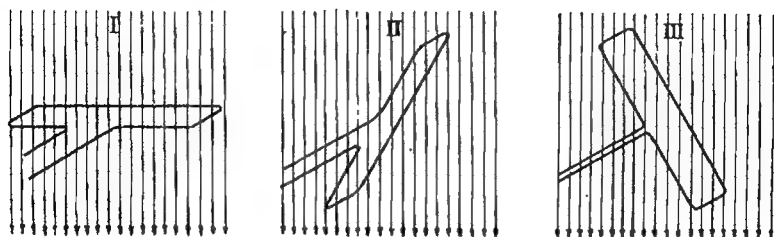

Fig. 135. — Producerea forțelor electromotoare decalate cu 120°
79. Curenți trifazați. Să luăm trei mașini, de felul celor arătate în fig. 126 și să așezăm spirele fiecăreia așa cum se arată în fig. 135, adică spira din cazul II este la 120° față de cazul I, iar în cazul III spira este la 240° față de cazul I.